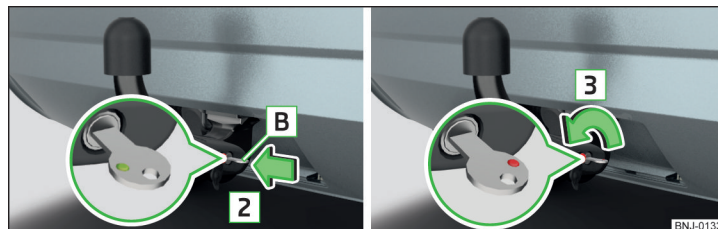

Fig. 159 Inserimento della chiave nella serratura / sblocco della serratura
- Inserire la chiave **B** nella serratura in direzione della freccia **2**, in modo che il suo contrassegno verde sia rivolto verso l'alto » fig. 159.